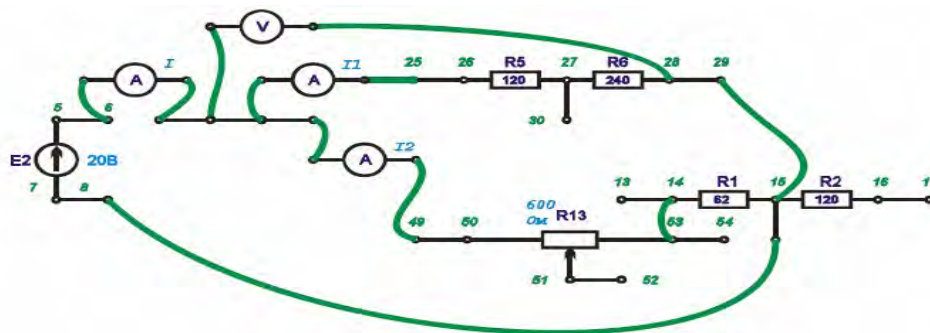
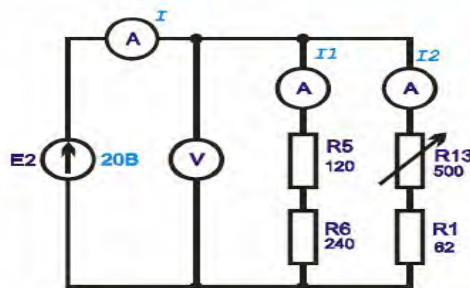

Рис. 3.1
Рисунок 3
2. Изучить и собрать электрическую цепь (рис. 3), ее принципиальная схема рис.3.1. Проверить начальное положение органов управления: все тумблеры отключены, переключатели ЛАТРа установлены в положение, соответствующее $U_{\text{вых}} = 0\text{В}$.